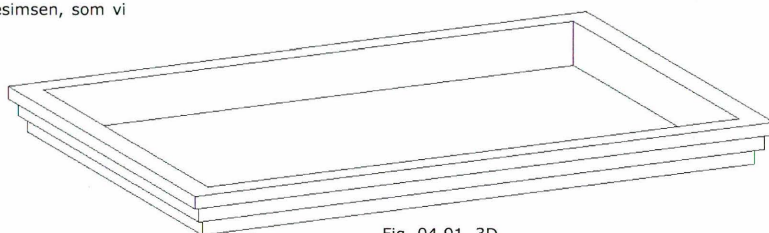

Fig. 04.91. 3D
- Klik *Finish Edit Mode* (Fig. 04.90) og objektet ser nu ud som på Fig. 04.91.